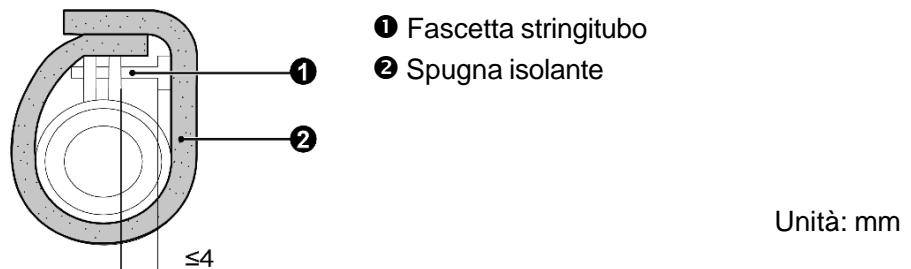

Fig. 4.3.3
①Fascetta stringitubo (accessorio) ②Tubo flessibile di scarico (accessorio)
③Nastro grigio (accessorio)
- (3) Utilizzare la piastra di isolamento per sigillare fascetta stringitubo e flessibile, come illustrato nella Fig. 4.3.3
- ①Fascetta stringitubo (accessorio) ②Spugna isolante (accessorio)